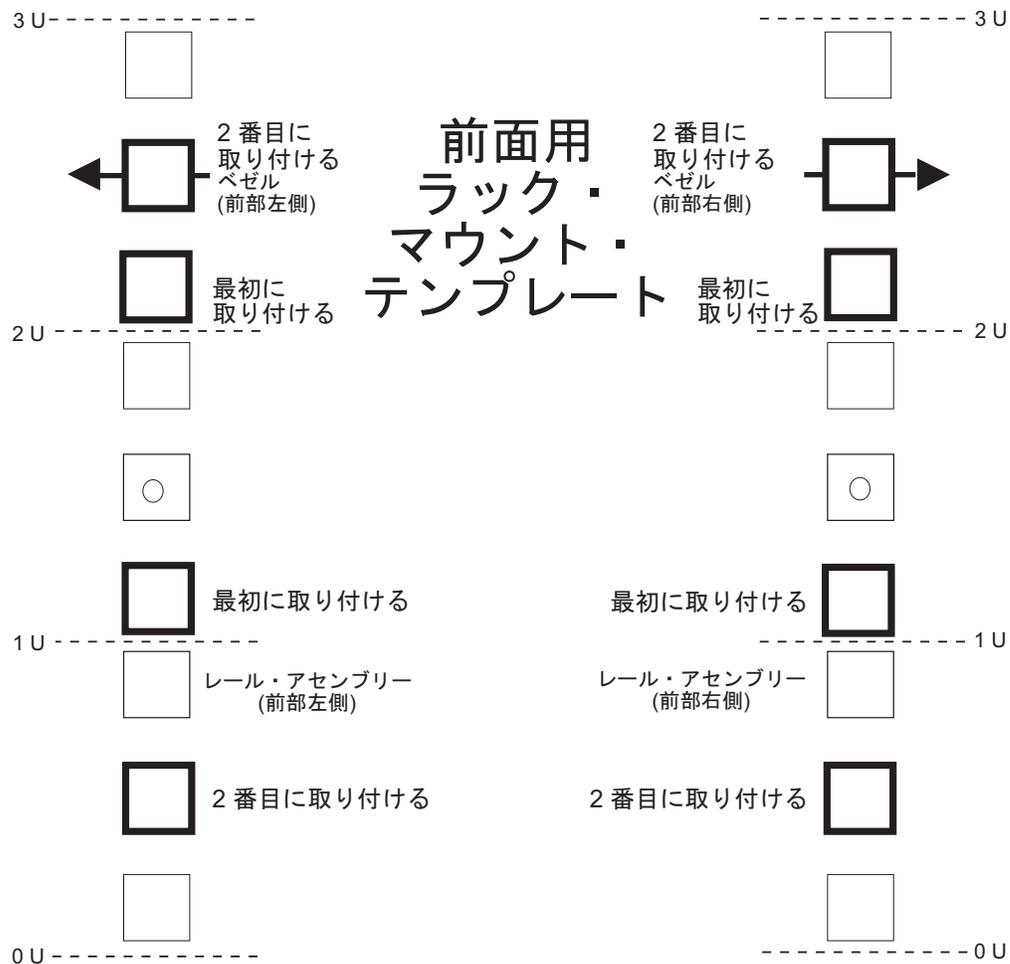
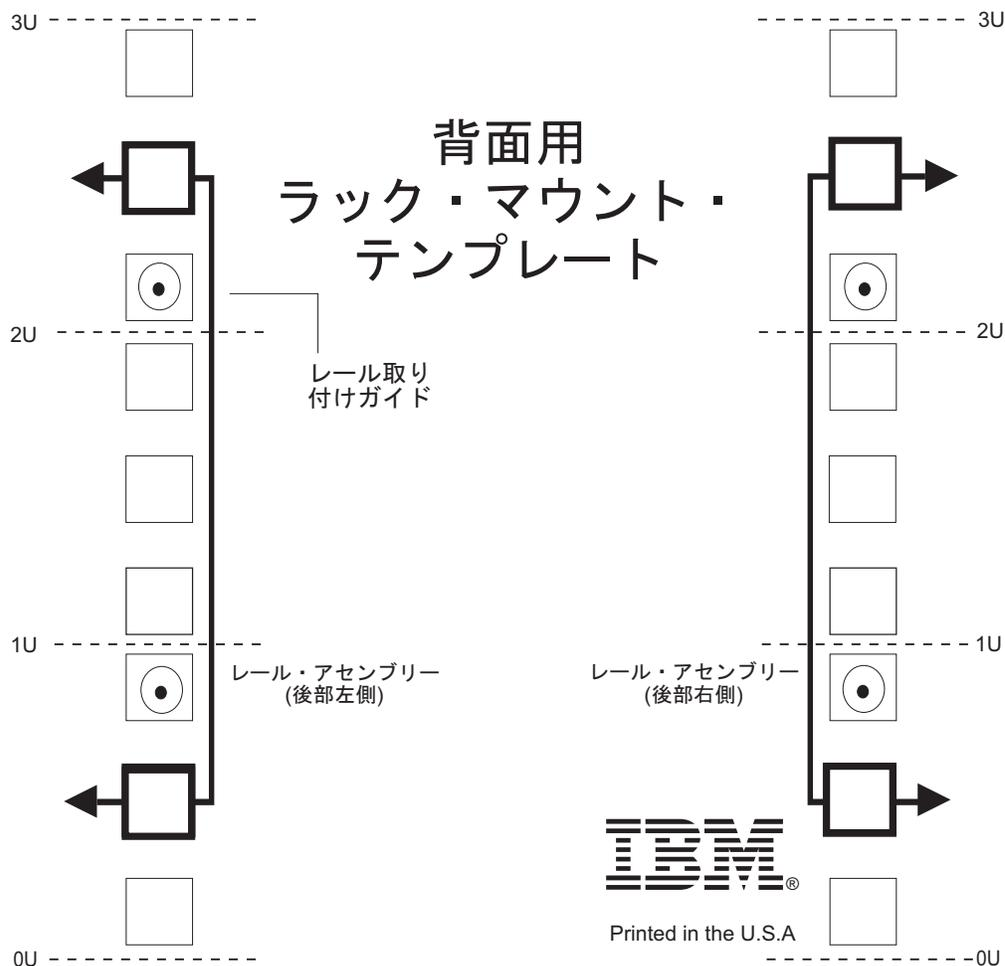

図 12. 前面用ラック・マウント・テンプレート
図 13. 背面用ラック・マウント・テンプレート
サポート・レールと DS3950 ストレージ・サブシステムをラック・キャビネットにマウントする際に M5 ねじを挿入する場合は、次のテンプレート (37 ページの図 12 および 38 ページの図 13) を使用して、正しい位置を確認してください。テンプレートでは、M5 ねじの位置が強調表示されています。
重要: ラック・マウント・テンプレートの複製コピーは、185 ページの『付録 B. ラック・マウント・テンプレート』に記載されています。テンプレートを本書から切り取る場合は、185 ページの『付録 B. ラック・マウント・テンプレート』のコピーを使用してください。サポート・レールと DS3950 ストレージ・サブシステムをラック・キャビネットにマウントする際に M5 ねじを挿入する場合は、前出のテンプレート (37 ページの図 12 および 38 ページの図 13) を使用して、正しい位置を確認してください。テンプレートでは、M5 ねじの位置が強調表示されています。
- レールのへりの線がストレージ・サブシステムの下部と並んでいます (38 ページの図 13 の 0 U 境界)。
注: 必ず、37 ページの図 12 で最初に取り付ける というラベルが付いているねじを取り付けてください。